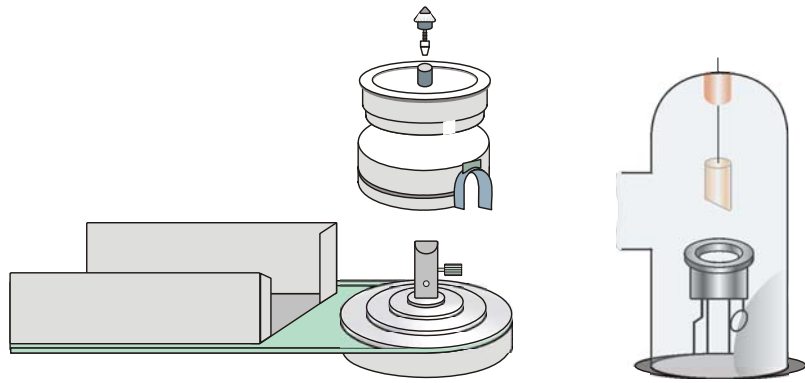

Fig. 7 Montaggio e smontaggio della camera di Debye-Scherrer
La camera di Debye-Scherrer si compone di tre parti: alloggiamento, coperchio e supporto di serraggio con ruota conica (vedere la Fig. 7). In collegamento con la motorizzazione, è possibile effettuare, ad esempio, radiografie del cristallo rotante.
- Collocare l'alloggiamento della camera di Debye-Scherrer in via sperimentale tra duomo in vetro al piombo e supporto campione (vedere la Fig. 7). Se la camera non è alloggiata saldamente, è possibile effettuare una regolazione agendo sulla vite situata sulla parte inferiore della camera.